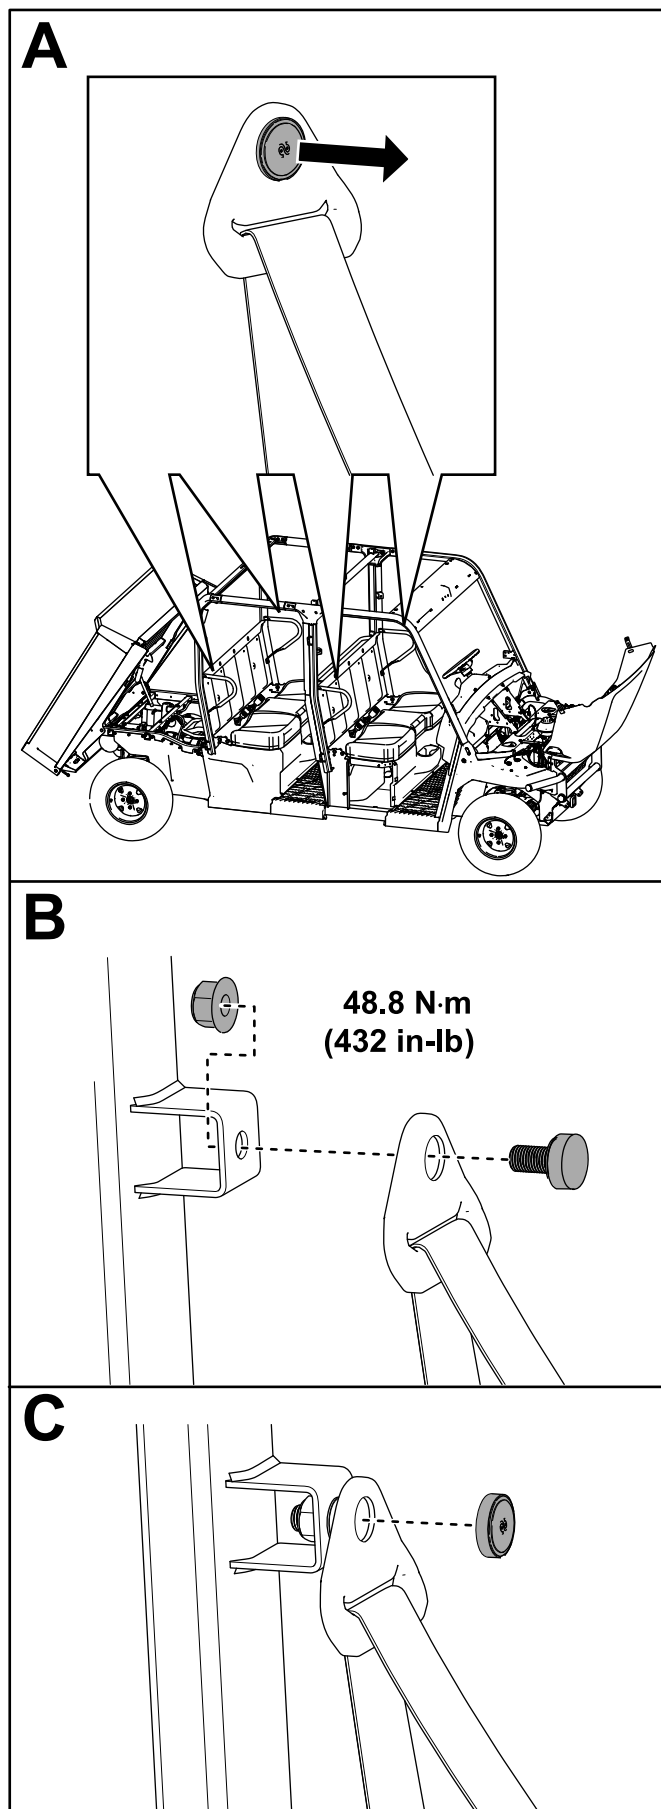

Figura 54
- A. Rimuovete il tappo dalla parte superiore della cintura di sicurezza (Figura 54).
come illustrato nella Figura 54.
N·m come illustrato nella Figura 54.
- C. Montate il tappo (Figura 54).